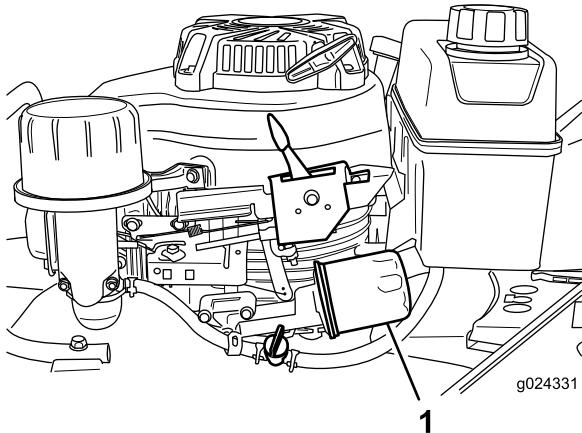

Figura 22
6. Coloque um pano por baixo do filtro do óleo (Figura 22) para absorver qualquer óleo que possa cair quando remover o filtro.